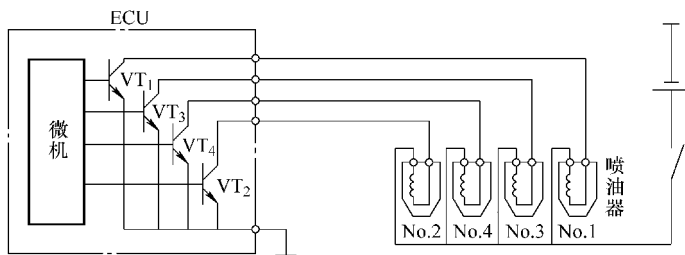

图 5-8 顺序喷射控制电路图
(2) 顺序喷射 顺序喷射也叫独立喷射，曲轴每转两转，各缸喷油器都轮流喷射一次，并且按照特定的顺序依次进行喷射，如图 5-8 所示。